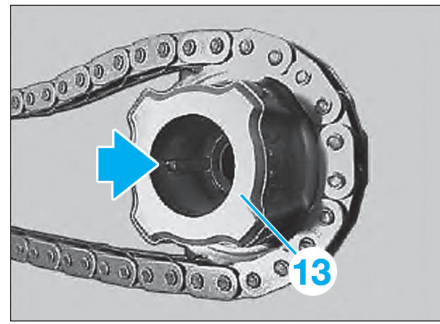

Fig. 15
• Contrôler l'état de l'ergot (flèche) sur le pignon de chaîne (13) de la pompe haute pression (Fig.15).